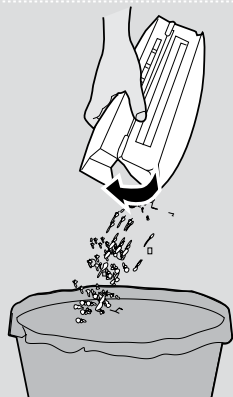

Fig. 18
2. Sostenga el depósito de polvo sobre una papelerera. **[Fig. 18]**